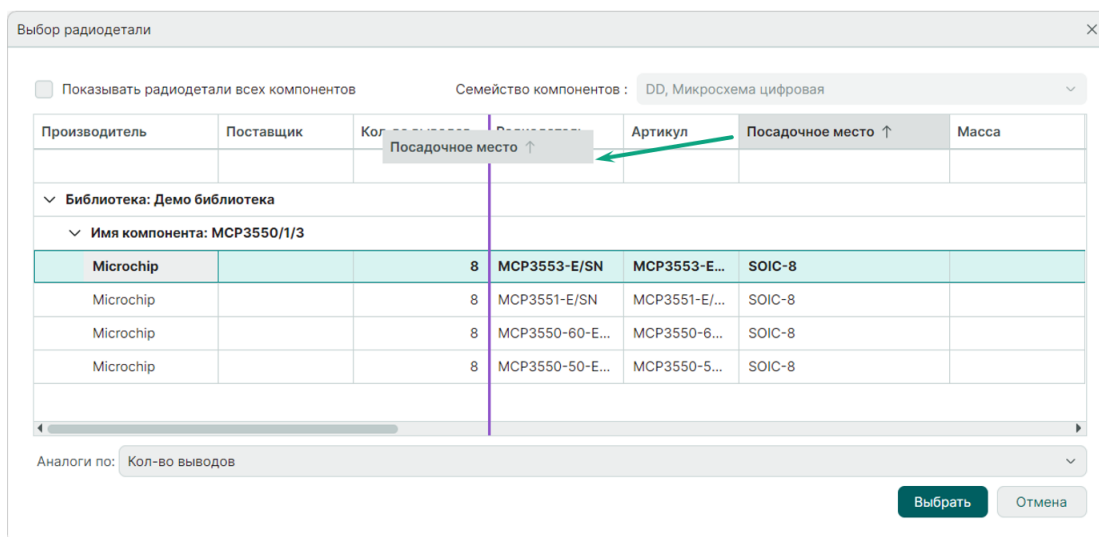

Рис. 99 Перемещение столбцов
1. Перемещение столбцов внутри таблицы возможно выполнить с помощью механизма «drag-and-drop». Для перемещения столбца зажмите его заголовок левой кнопкой мыши и переместите в нужное место. Возможное место расположения будет обозначено линией фиолетового цвета, см. Рис. 99.